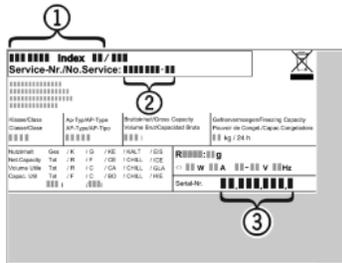

Fig. 10
► Relever la désignation de l'appareil Fig. 10 (1), le n° de service Fig. 10 (2) et le n° de série Fig. 10 (3) sur la plaquette signalétique. Cette plaquette se trouve sur la paroi intérieure gauche de l'appareil.
- Informer le S.A.V. et lui communiquer la panne, la désignation de l'appareil Fig. 10 (1), le n° de service Fig. 10 (2) et le n° de série Fig. 10 (3).